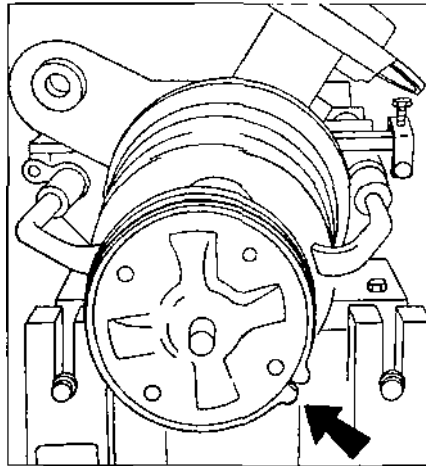

Рис. 5.25.
• расположить левую (по ходу движения автомобиля) пластмассовую опору 7 (рис. 4.1) выступом вперед, а правую - выступом назад (рис. 5.25).